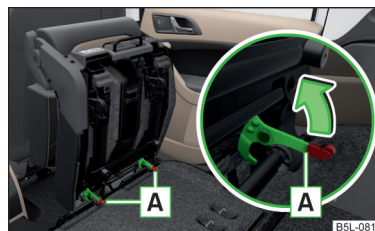

Fig. 72
- Verrouillez le siège à l'extrémité du guidage en appuyant sur les verrous du siège [A] dans le sens de la flèche » fig. 72.
- Si le siège est démonté, posez-le d'abord sur le guidage et verrouillez-le avec les verrouillages de siège **A** » fig. 72 à la page 89.